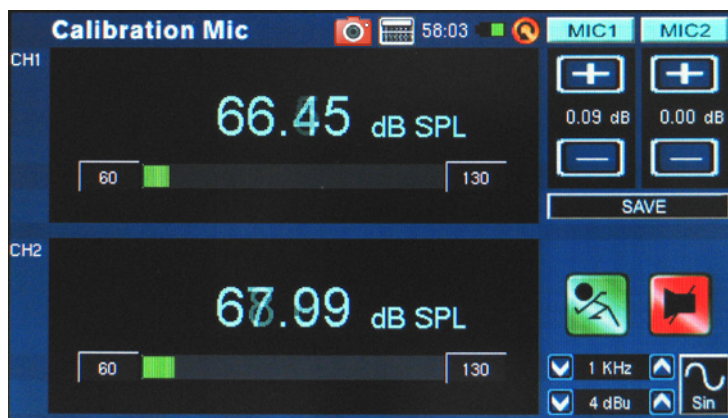

figure 70
4. “+”または“-”ボタンをタッチしSPLキャリブレーターからの測定レベルを、サウンドレベルキャリブレーターと同じレベル(通常94dB)になるよう調整します。“+”ボタンは0.1dBステップでレベルが上がリ、“-”は0.1dBステップでレベルが下がります。(図70)